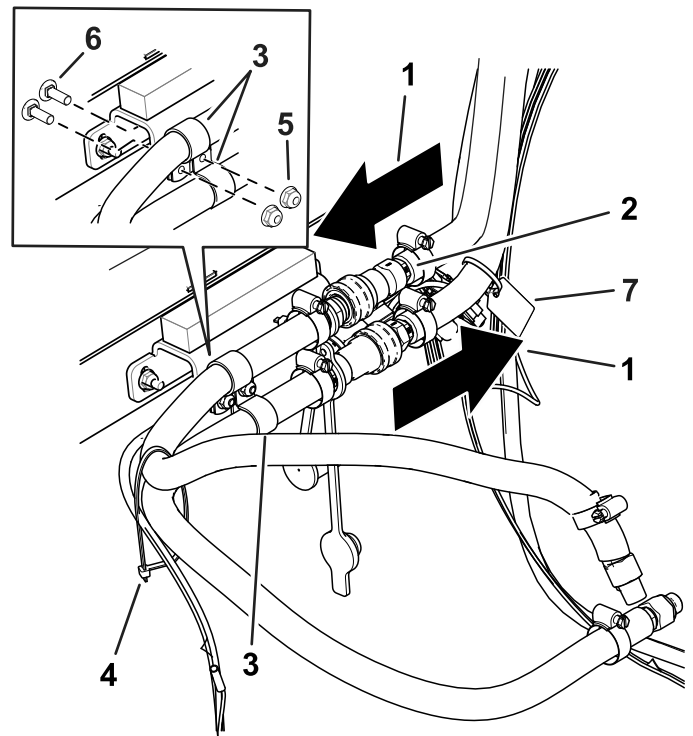

Figura 22
18. Sujete las mangueras a la parte trasera de la cabina con 2 pernos de cuello cuadrado y 2 tuercas (Figura 20 y Figura 22).